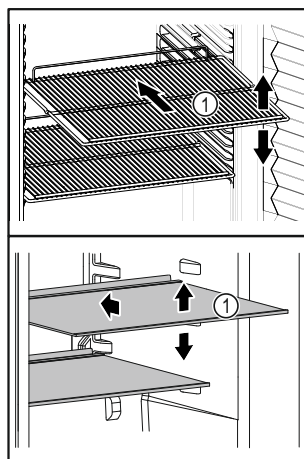

Fig. 88 Beispielhafte Darstellung
- ❑ Wenn Ablageflächen Fig. 88 (1) versetzbar sind, Ablageflächen je nach Höhe anpassen.